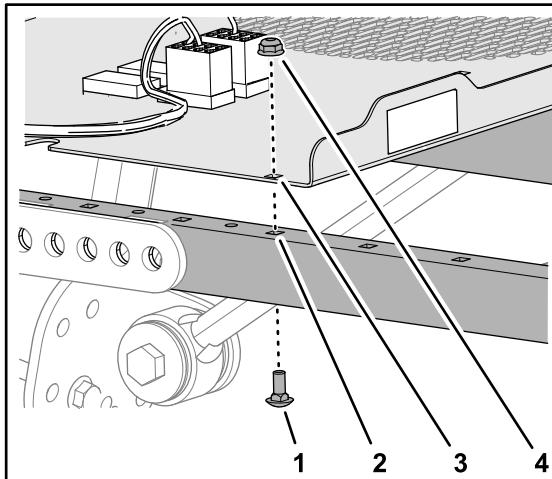

Figura 6
1. Alinee los orificios cuadrados del panel de interruptores con los orificios cuadrados de los 2 perfiles laterales del bastidor, como se muestra en la Figura 6.
- Monte el panel de interruptores en los perfiles de bastidor lateral (Figura 6) con los 4 pernos de cuello cuadrado y 4 tuercas.